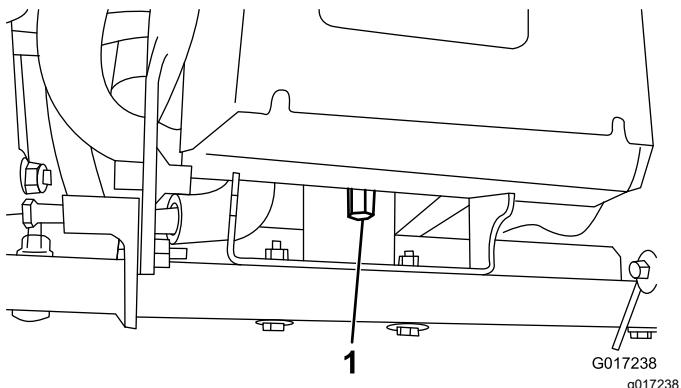

Figura 3
3. Retire a porca alta que prende a traseira da plataforma da bateria à estrutura da máquina (Figura 3).